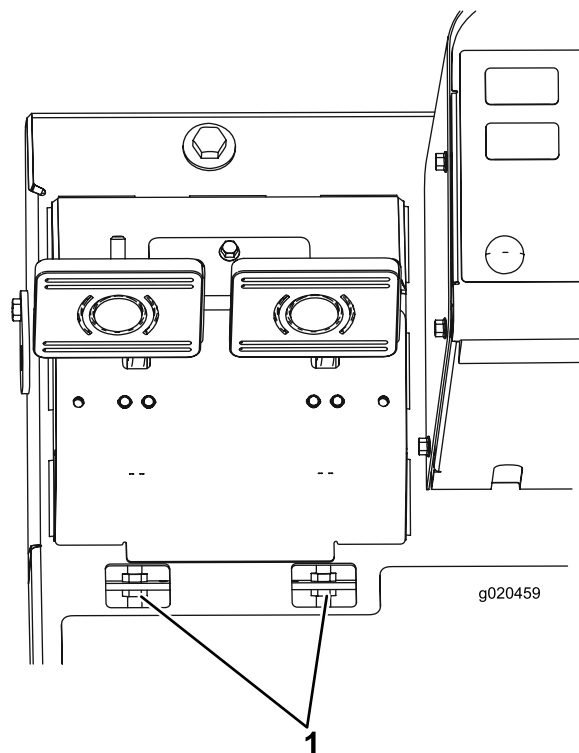

Figura 70
- B. Allentate il dado anteriore sull'estremità filettata del cavo del freno (Figura 70).